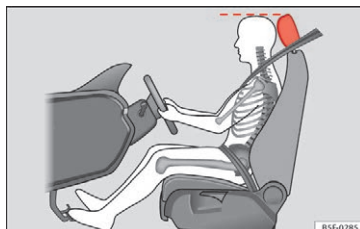

Fig. 82 Korrekt indstilling af førerens hovedstøtte
- Indstil hovedstøtterne således, at hovedstøttens øverste kant er på højde med den øverste del af dit hoved » Fig. 82.